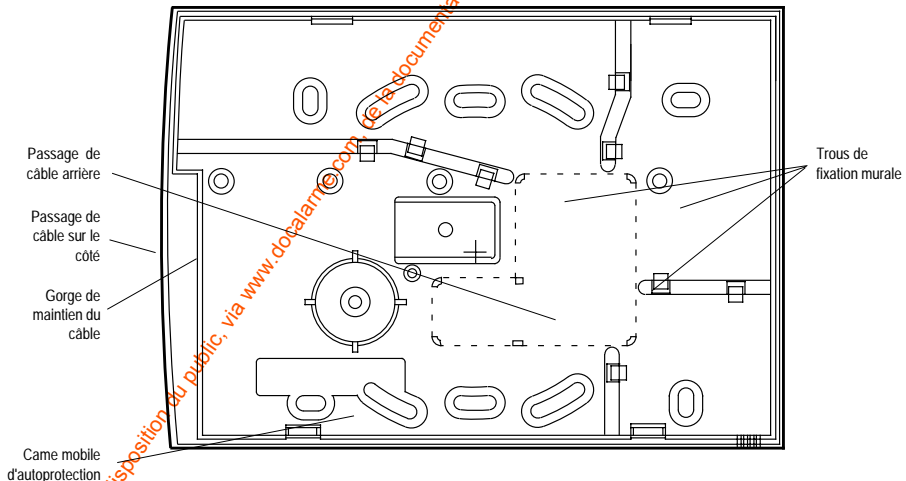

Figure 7. Embase du clavier 931
L'embase du clavier 931 est dotée d'une came mobile, qui permet d'actionner le contact d'autoprotection, même lorsque celui-ci est fixé sur une surface inégale. La figure 7 présente l'embase du clavier et l'emplacement des différents trous de fixation.
2. Maintenir l'embase en place contre le mur et marquer le trou central de la came mobile d'autoprotection (se reporter à la figure 7).